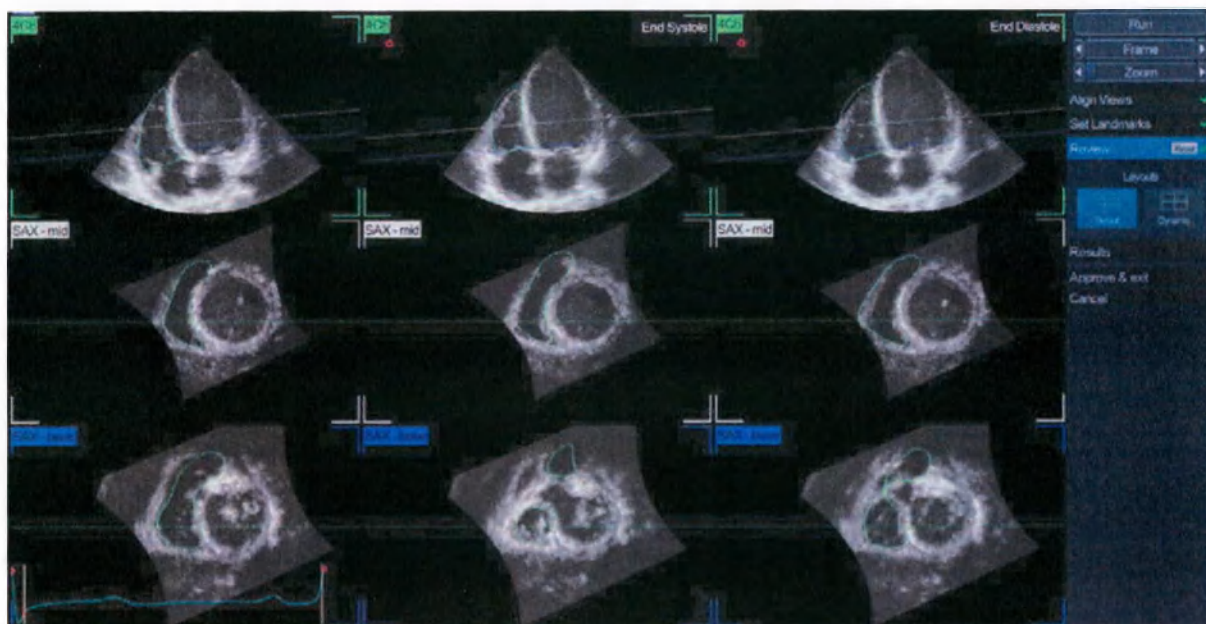

Рис. 8-64. Этап проверки
На экране по умолчанию отображается девять (9) срезов 3D-изображения по 3 в каждом ряду (см. Рис. 8-64).